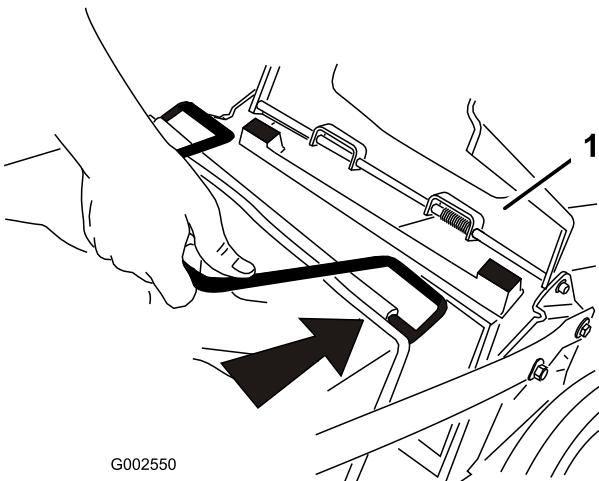

Figura 19
- Levante y sujeté la puerta trasera (Figura 19).